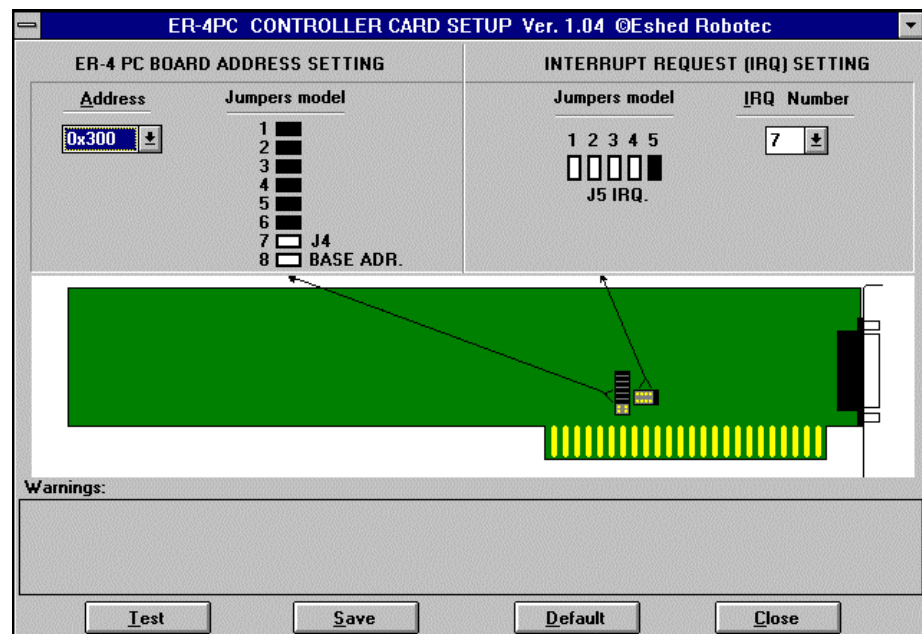

Figura 15: Definición de la tarjeta del controlador
- Seleccione **Entrada/salida (E/S)** para ver que direcciones de E/S están en uso. (Figura 15).